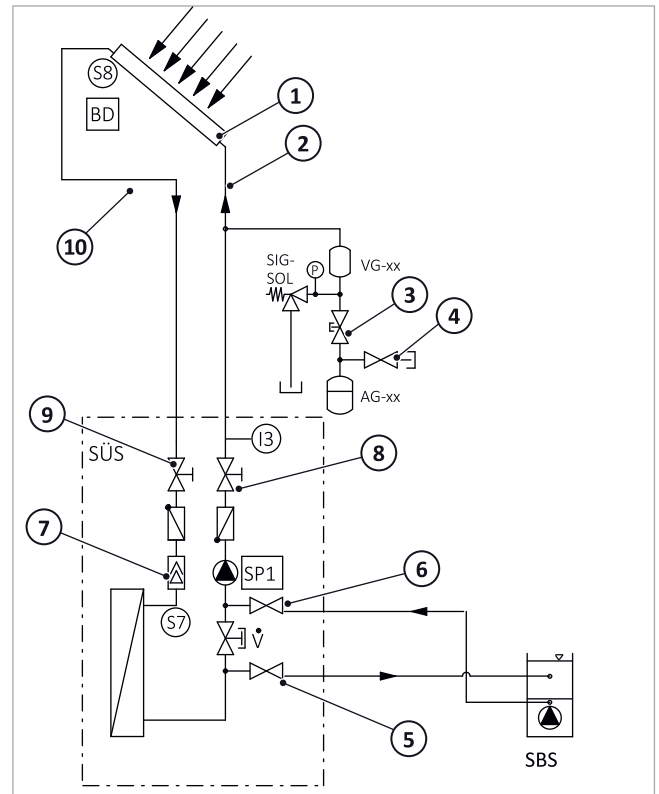

Abb. 21: Solarwärmeübergabestation: Spülen des Pumpenstranges
- Nach Neubefüllung des Solarkreises wird es im laufenden Betrieb zu Ausgasungen kommen, die sich im Luftfang der Station → Abb. 21, S. 17 (7) sammeln. Diese Ausgasungen nehmen mit zunehmender Betriebsdauer ab. In den ersten Tagen nach Inbetriebnahme daher täglich und anschließend je nach abgeschiedener Luftmenge in größeren Abständen den Luftfang entlüften und den Anlagendruck kontrollieren.
6. Den Luftfang → Abb. 21, S. 17 (7) der Station über den Handentlüfter entlüften.